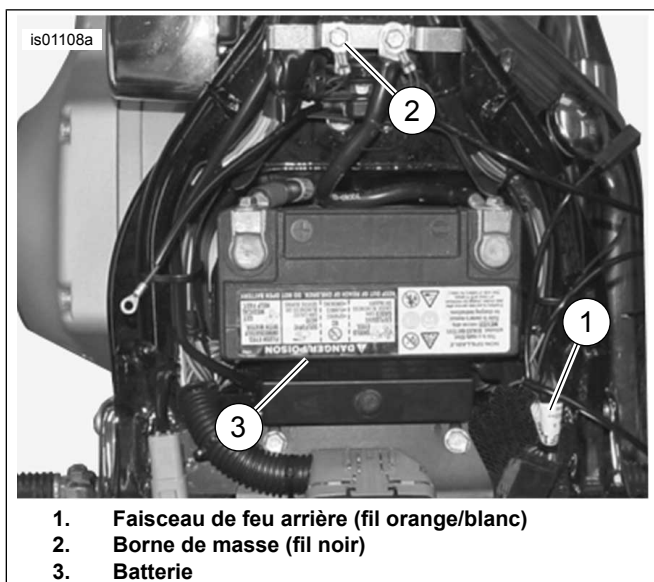

Figure 3. Connexions de l'alimentation et de la masse (modèles Softail)
4. Voir Figure 3. Poser la borne circulaire sur les filets de la vis de masse. Attacher la vis de masse sur le cadre (2). Serrer selon la spécification de couple dans le manuel d'entretien.
1. Voir Figure 3. Couper avec soin pour ouvrir une partie de la gaine du faisceau de feu arrière (1) à un point accessible sous la selle et couper le fil orange/blanc.